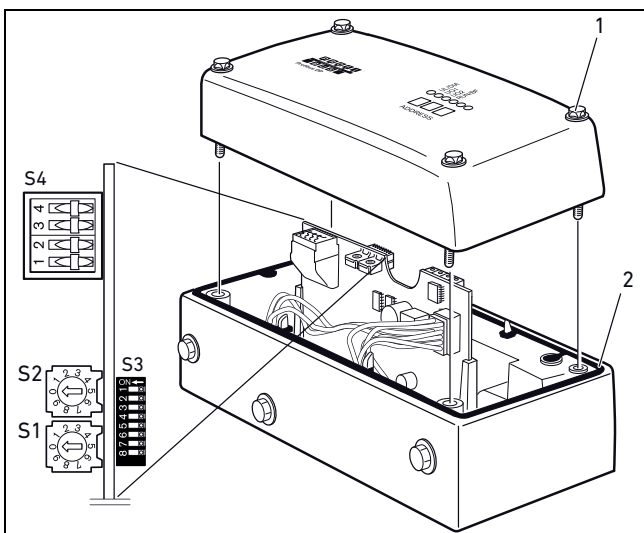

Fig. 4: Rimozione/avvitamento della copertura dell'accoppiatore bus
Tutte queste impostazioni vengono eseguite con gli interruttori sotto la copertura dell'accoppiatore bus. Le posizioni degli interruttori sono illustrate in Fig. 4.
1. Togliere la copertura dell'accoppiatore bus svitando le quattro viti (1).
3. Riavvitare la copertura con cautela come illustrato in Fig. 4. Assicurarsi che la guarnizione (2) sia posizionata correttamente. Serrare le viti (1) con una coppia di 1,0 - 1,2 Nm.